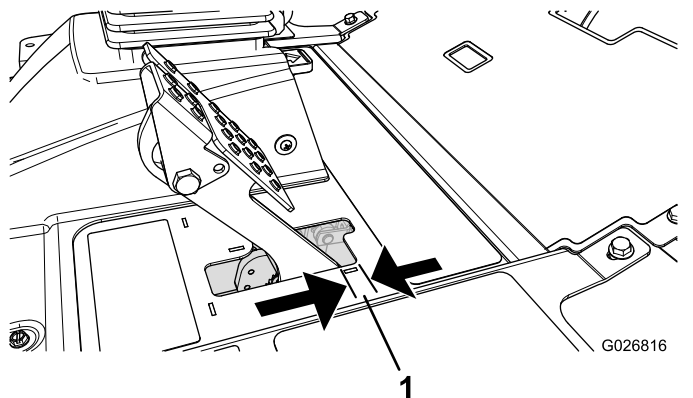

Figura 84
Regolate i freni se il pedale ha un "gioco" superiore a 2,5 cm o quando è necessaria maggiore forza di tenuta (Figura 84). Per gioco s'intende la distanza che il pedale percorre prima che si avverta la resistenza della frenata.
2. Serrate il dado posteriore per spostare indietro il cavo, finché i pedali del freno non hanno un gioco compreso tra 0,63 e 1,27 cm, prima che la ruota si blocchi (Figura 84).